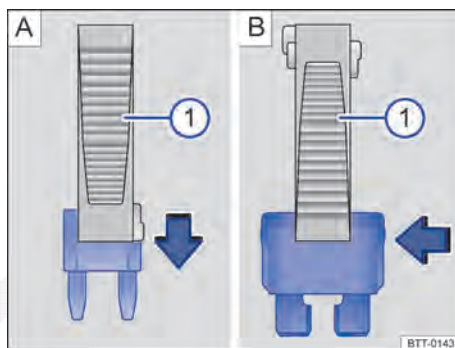

Fig. 250 Retirar ou colocar o fusível plano com o alicate de plástico: **A** MINI **B** ATO.
- *No caso de fusíveis planos*, de acordo com o modelo do fusível, colocar as garras adequadas do alicate plástico ⇒ Fig. 250 **A** ① ou ⇒ Fig. 250 **B** ① sobre o fusível na direção da seta.
- Se o fusível estiver queimado, substituir o fusível por um novo da *mesma* intensidade (mesma cor e inscrição) e do *mesmo* tamanho ⇒ ①.